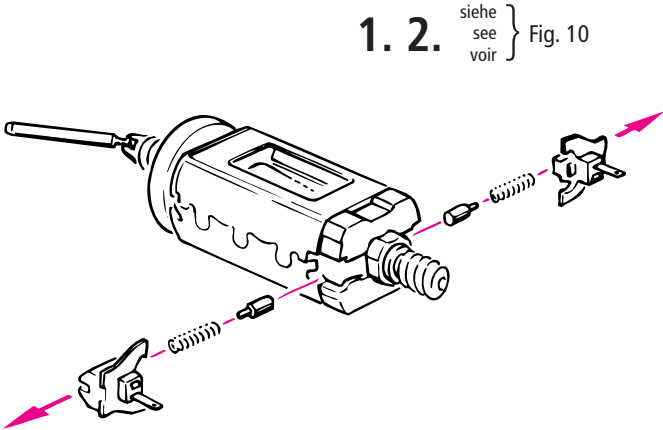

Fig. 13
Ausführung für Wechselstrom: siehe Fig. 13 + (I-XII).
Version en courant alternatif: voir fig. 13 + (I-XII).
A. C. operation: see fig. 13 + (I-XII).